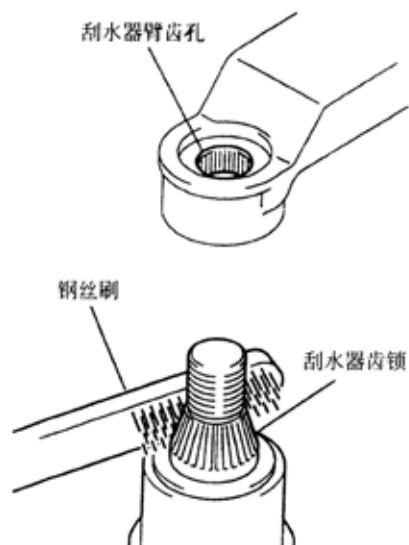

图 9-145
(1) 起动刮水器, 让其停在自动复位位置。
(2) 用圆形的锉刀或类似的设备刮擦刮水器臂的齿孔。
(3) 用钢丝刷清洁刮水器臂的齿孔, 如图 9-145 所示。